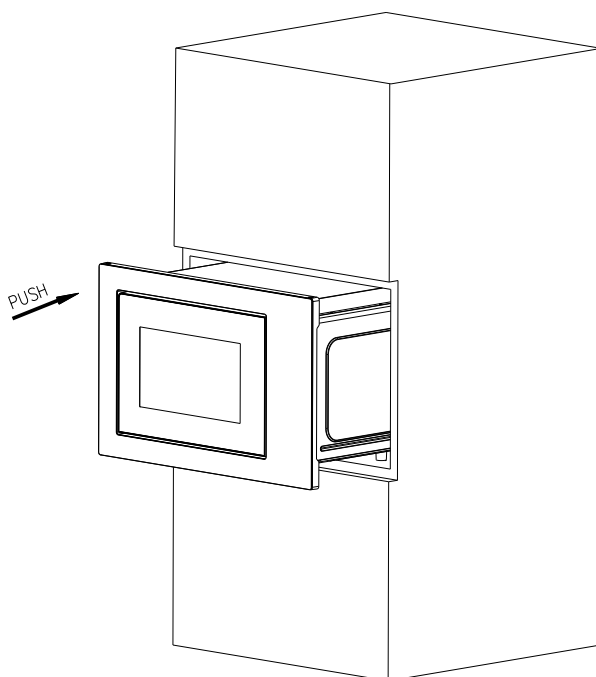
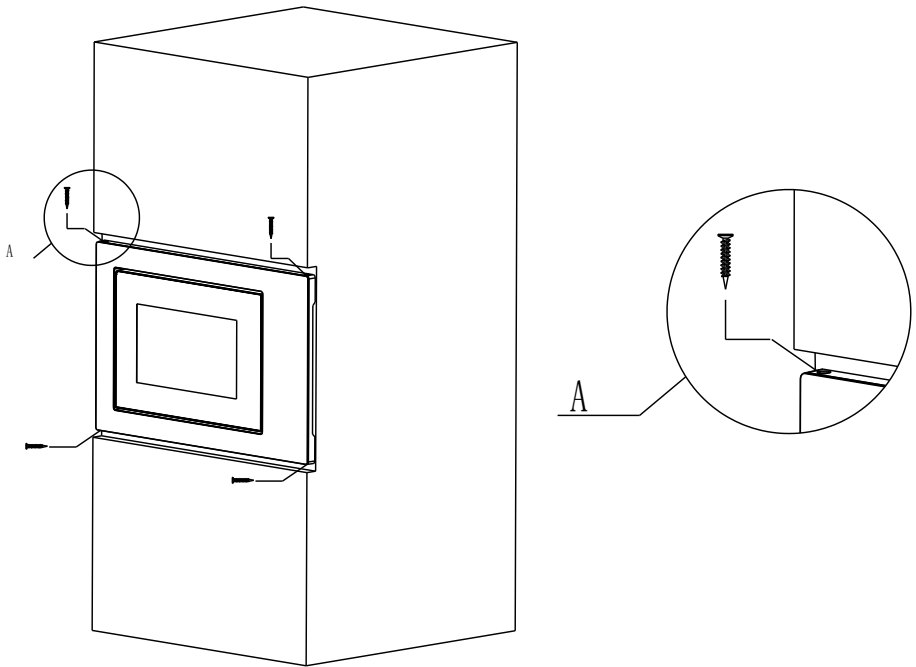

Fig.1
Fig.4
- b) Thellësia neto $\geq 550\text{mm}$, siç tregohet në Fig.4.
② INSTALIMI:
- a) Vendoseni furrën mikrovalore në kabinetin e integruar dhe shtyjeni përpara deri në fund. (Fig. 1)
d) Përdorni vidhat e paketimit të pjesëve për të fiksuar furrën me mikrovalë në kabinet. (Fig. 4).